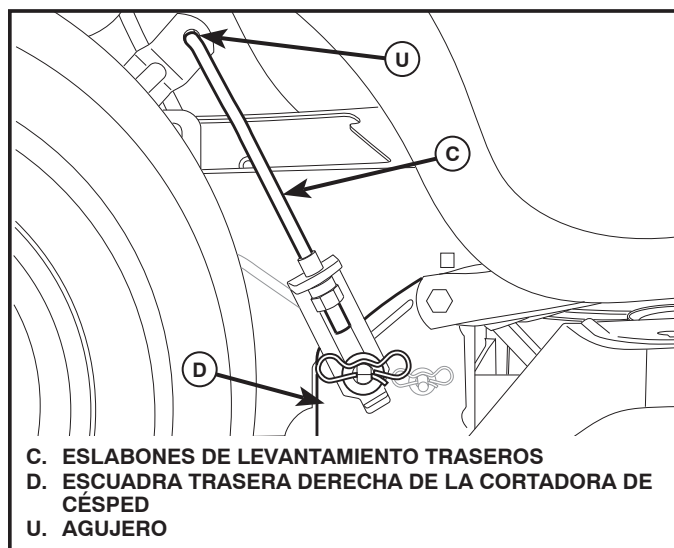

Fig. 35
7. INSTALE LOS ESLABONES DE LEVANTAMIENTO TRASEROS (C) (Vea Fig. 35)
- Inserte el extremo de varilla del eslabón de levantamiento trasero (C) dentro del agujero (U) en el brazo de suspensión del eje de levantamiento del tractor y haga oscilar el eslabón hacia abajo hacia la cortadora de césped.
- Levante la esquina trasera de la cortadora de césped y ubique la ranura en el conjunto de eslabones sobre la chaveta en la escuadra trasera de la cortadora (D); asegure con una arandela grande y un resorte de retención grande.